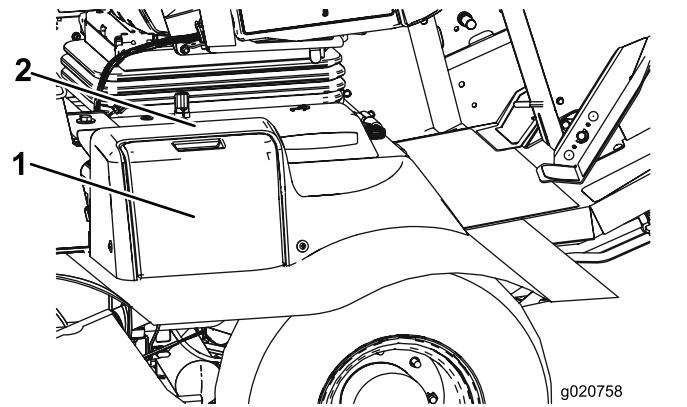

Bild 81
1. Öffnen Sie die Batterieabdeckung (Bild 81), an der Seite der Motorhaube.
Hinweis: Üben Sie Druck auf die flache Oberfläche über der Batterieabdeckung aus, um das Entfernen zu erleichtern (Bild 81).